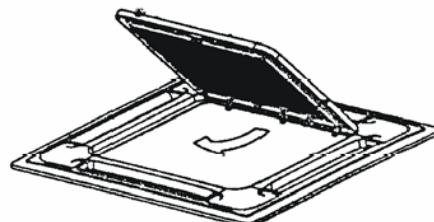

Figura 10
- Mueva la rejilla hasta un ángulo de 45 grados y retírela. (Vea la figura 10)